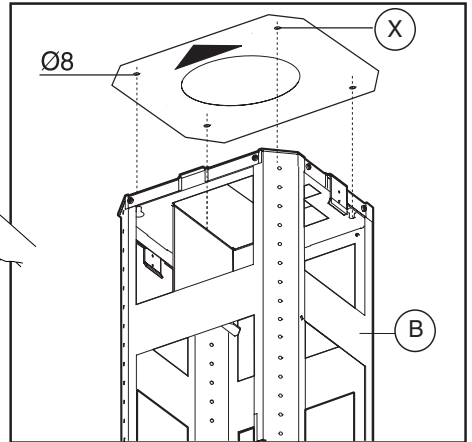

Fig.3
- Positionnez le gabarit de forure au plafond en faisant attention à ce que la flèche soit positionnée du même côté que la commande de l'appareil (Fig.3).